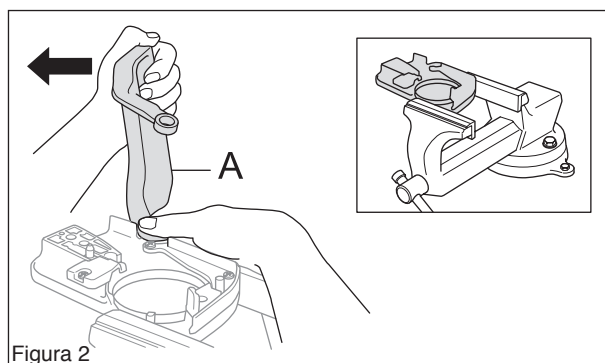

Figura 2
Fijar con cuidado el envoltorio del embrague en un tornillo de banco. Activar el freno usando la protección contra reculada (A) de la motosierra como herramienta. El agarre se adapta al del freno y se mueve a izquierdas hasta que se activa el freno. (Ver la figura 2.)